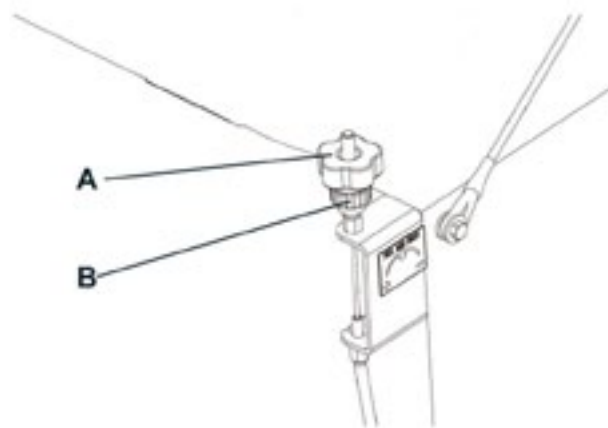

图 2
- 4) 松开机器左侧的旋钮 A（图 2）。
- 5) 转动旋钮 B（图 2），并提示：